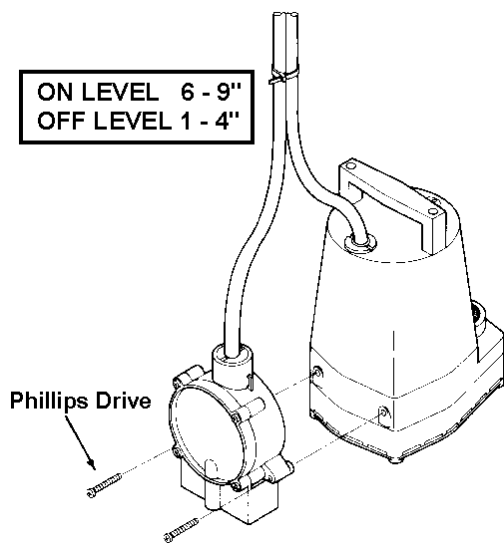

FIGURE 1 - RS-5 MOUNTED TO 5-MSP SERIES
1. For installation on the Little Giant® 5-MSP pump, refer to Figure 1. Attach the RS-5 directly to the 5-MSP housing using the two Phillips drive screws provided, as shown in Figure 1. Use the cable ties provided to secure the power cords together. To ensure proper operation of pump and switch, place pump on a solid surface in water at least 1" deep.
1. Pour installer l'appareil sur une pompe 5-MSP Little Giant®, se référer à la Figure 1. Fixer directement le RS-5 à l'enveloppe de la 5-MSP à l'aide de deux fausses vis Phillips tel qu'illustré à la Figure 1. Rassembler les cordons d'alimentation à l'aide des attaches de cordons fournies. Pour que la pompe et l'interrupteur fonctionnent correctement, placer la pompe sur une surface solide, dans l'eau, à une profondeur d'au moins 2,5 cm (1 po).